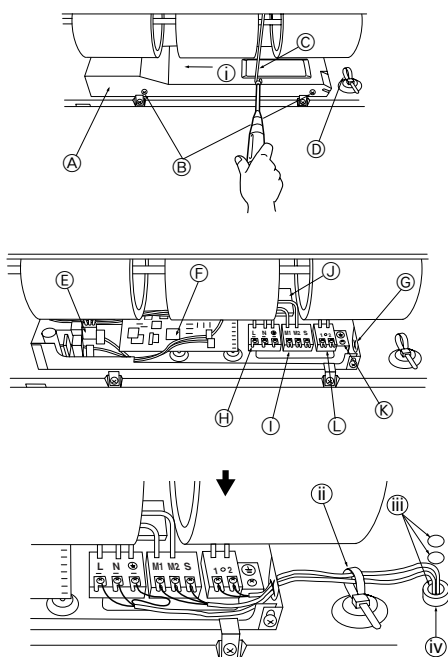

Fig. 6-1
6.1. Cablagem eléctrica (Fig. 6-1)